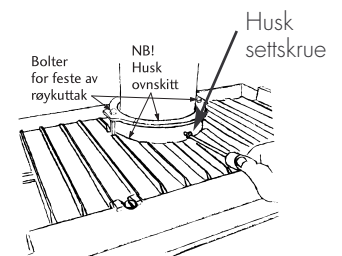

Fig. 4 Montering røykuttak
Dovre 2100 CB leveres med røykuttak på topp. For tilkobling til skorstein må benyttes buet knærør med 10° stigning. Dette er dreibart og sikrer grei og nøyaktig innføring i skorsteinen (fig 4). For montering av skorstein se monteringsveiledning for den aktuelle skorstein.
NB! Husk ovnskitt ved montering av røykrør og røykuttak fra peis! Falsk luft i sammenføyninger kan påvirke peisinnsetningens funksjon (Se fig. 4).
5. Når det er tatt hull i skorsteinen og innmuringstusser er montert, settes røykrøret på plass. Etter å ha dreid røykrøret i riktig stilling for røykrørinnføringen festes røykrøret med en skrue til røykuttaket til peisen. Husk ovnskitt. (se fig. 4).